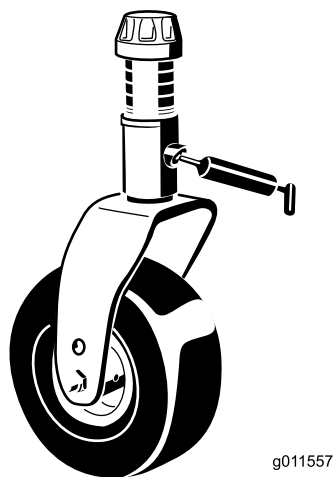

Figure 11
- Bagues d'axe de fourche de roue pivotante (4) (Figure 11)